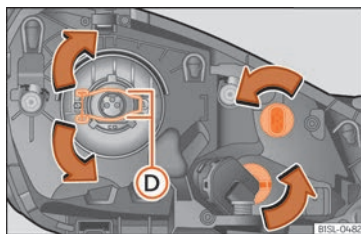

Fig. 49 Far esquerre
- Pressioneu l'estrep de seguretat **»» fig. 49 **D**** cap avall en la direcció de la fletxa, desenganxeu-lo cap al lateral i allunyeu-lo.
- Col·loqueu la bombeta, retorneu a la seva posició i enganxeu l'estrep de seguretat **»» fig. 49 **D****.